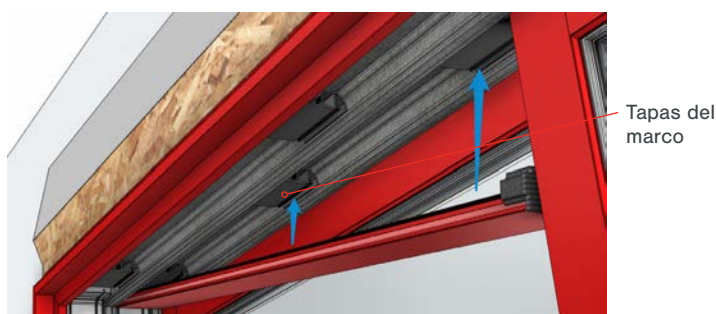

Fig C4
- Con la almohadilla de espuma fije la tapa, inserte un extremo de la tapa en la esquina del marco. La forma de la tapa la guiará naturalmente para que encaje en los clips que ya se encuentran en el marco (Fig. C4).